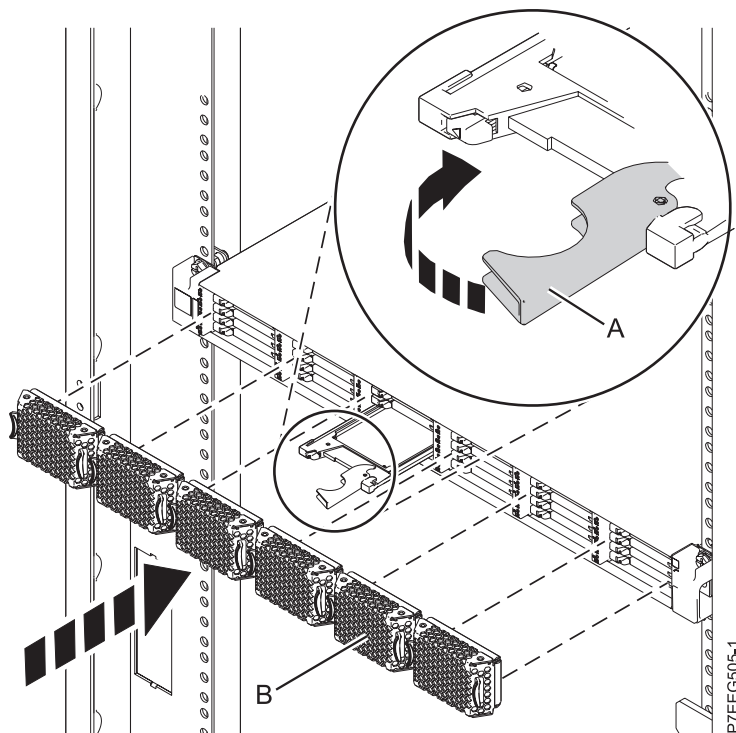

Figura 14. Instal·lació d'una unitat d'estat sòlid a Allotjament d'emmagatzematge EDR1 PCIe
1. Amb la nansa en posició desbloquejada, alineu la unitat d'estat sòlid amb les guies de l'allotjament. Consulteu Figura 14 a la pàgina 25.